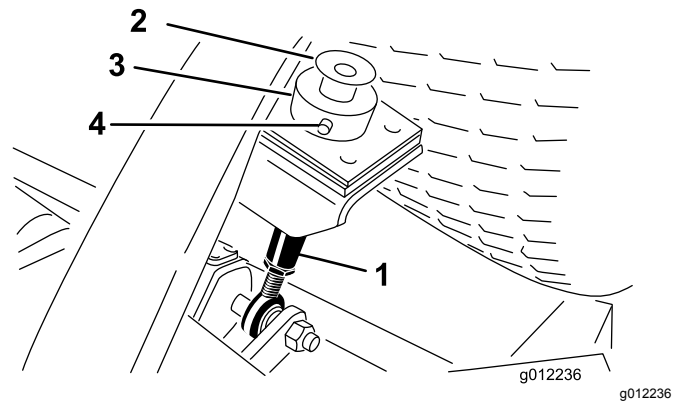

Figura 23
2. Retire el perno y la arandela del extremo superior de ambas varillas de ajuste de la altura de corte (**Figura 23**).
3. Retire el pasador y la chaveta que fijan el collar de ajuste de la altura de corte a la varilla de ajuste de la altura de corte en la parte trasera de la unidad de corte (**Figura 23**). Retire el collar de ajuste de la altura de corte.